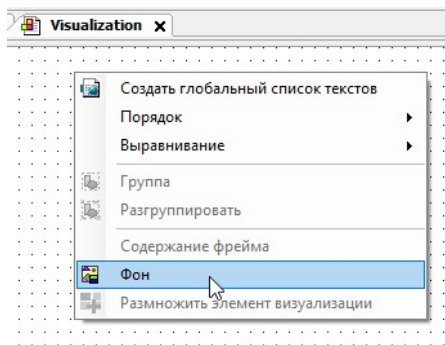

Рис. 78. Выбор пункта Фон
7. Для добавления загруженного изображения на экран в качестве фона необходимо кликнуть правой кнопкой мыши по экрану визуализации и выбрать в появившемся списке пункт **Фон** (рис. 78).